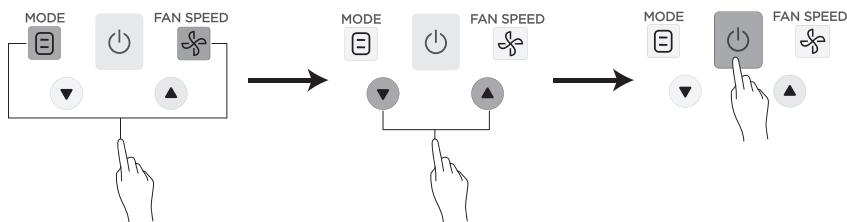

Рисунок 30
- 3) Після вибору коду натисніть кнопку  або зачекайте 5 секунд, щоб зберегти обраний код конфігурації (див. Рис. 30).